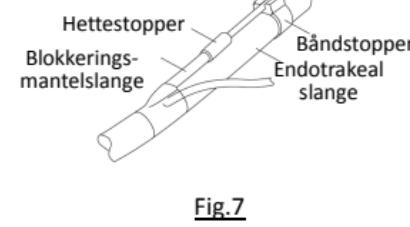

Fig.7
5. Vend pasienten på siden, sjekk blokkermansjettposisjonen under bronkoskopien og fest blokkeringshåndtaket på endotrakealslangen ved hjelp av båndstopperen (Fig. 7).
2. Fest blokkeringen på båndstopperen på endotrakealslangen (Fig. 7).